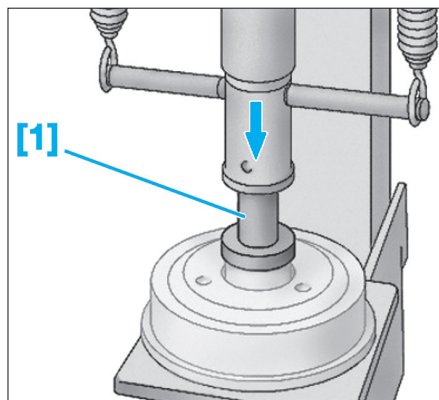

Fig. 71
- jusqu'en butée, le roulement à l'aide de l'outil [1] (Fig.71),